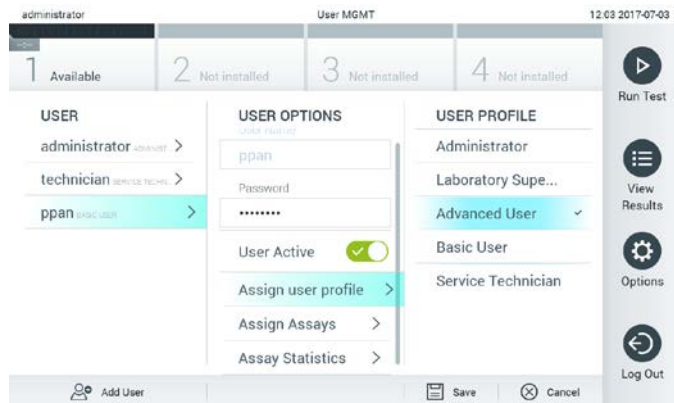

Figura 53. Atribuição de perfis de utilizador aos utilizadores.
- Assign User Profile (Atribuir perfil de utilizador): permite atribuir um perfil de utilizador diferente para esse utilizador (por ex., Administrator [Administrador], Laboratory Supervisor [Supervisor de laboratório], Advanced User [Utilizador avançado], Basic User [Utilizador básico]). Selecione o perfil de utilizador adequado a partir da lista à direita da área de conteúdo (Figura 53).